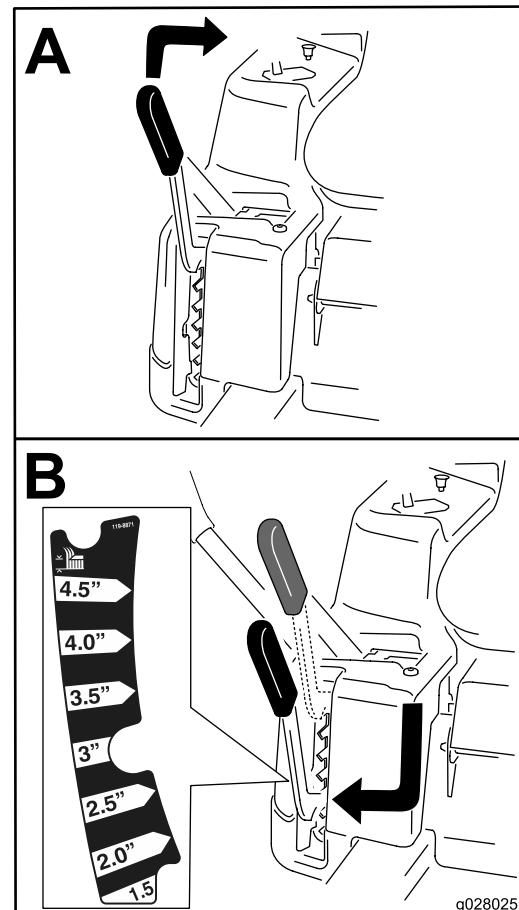

Figure 14
**Remarque:** La position de transport est la position de hauteur de coupe la plus élevée (115 mm [4,5 po]), comme montré à la Figure 14.